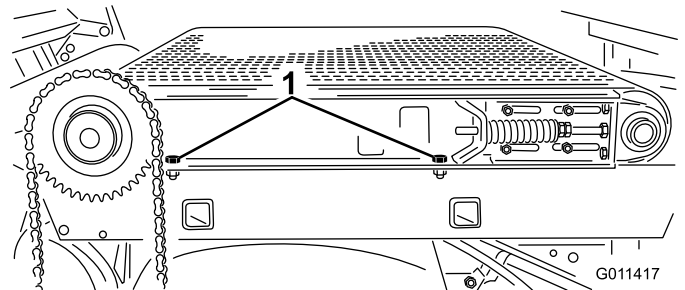

Figura 34
- 6. Allentate le (2) viti a testa cilindrica, le rondelle e il dado, sul lato destro della macchina, che fissano il pianale scorrevole al telaio (Figura 34). Verificate che i dispositivi di fissaggio siano sufficientemente allentati da consentire l'inclinazione del pianale scorrevole.